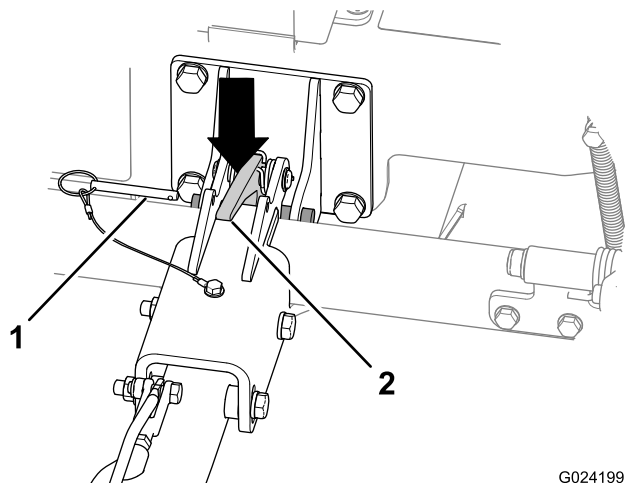

图19
A. 拔出锁定销（图19）。
C. 向下推压挂钩门锁，以打开挂钩门锁（图19）。